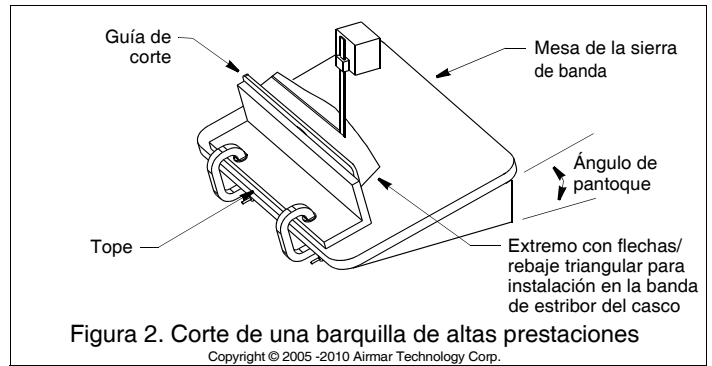

Figura 2. Corte de una barquilla de altas prestaciones
2. Incline la mesa de la sierra de banda con el ángulo medido y fije el tope (figura 2).